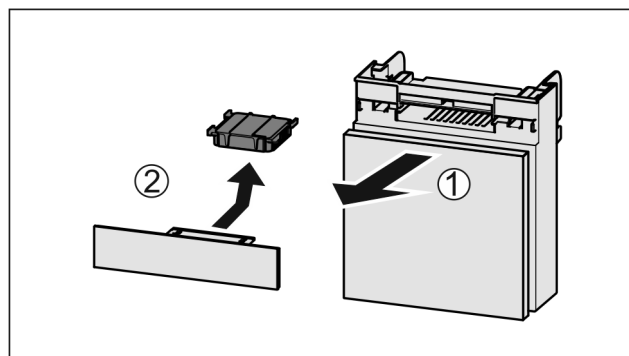

Fig. 129
- Extraire le compartiment par l'avant Fig. 129 (1).
- Sortir le filtre à charbon actif Fig. 129 (2).